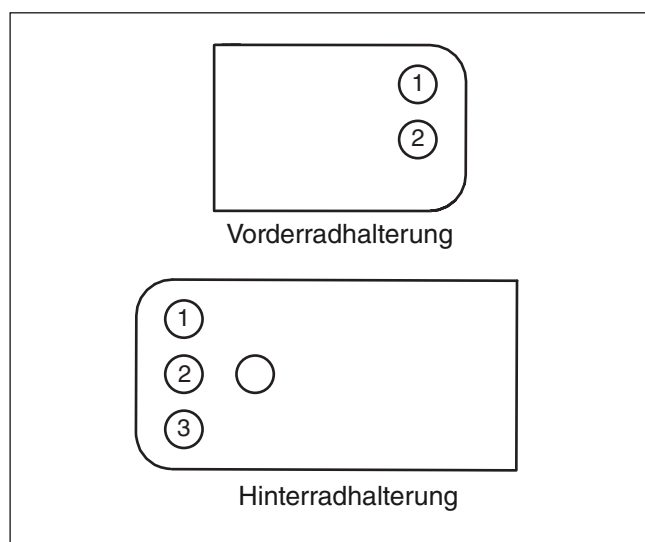

Abbildung 29
4. Die Stützräder in dem Loch auf der Stützradhalterung befestigen, in der das Stützrad dem Boden möglichst nahe ist, ohne jedoch den Boden zu berühren (siehe **Abbildung 29 und Tabelle unten**).
5. Stützrad (4), Hülse (3) und Schraube (2) mit der Mutter (1) auf der Halterung sichern.